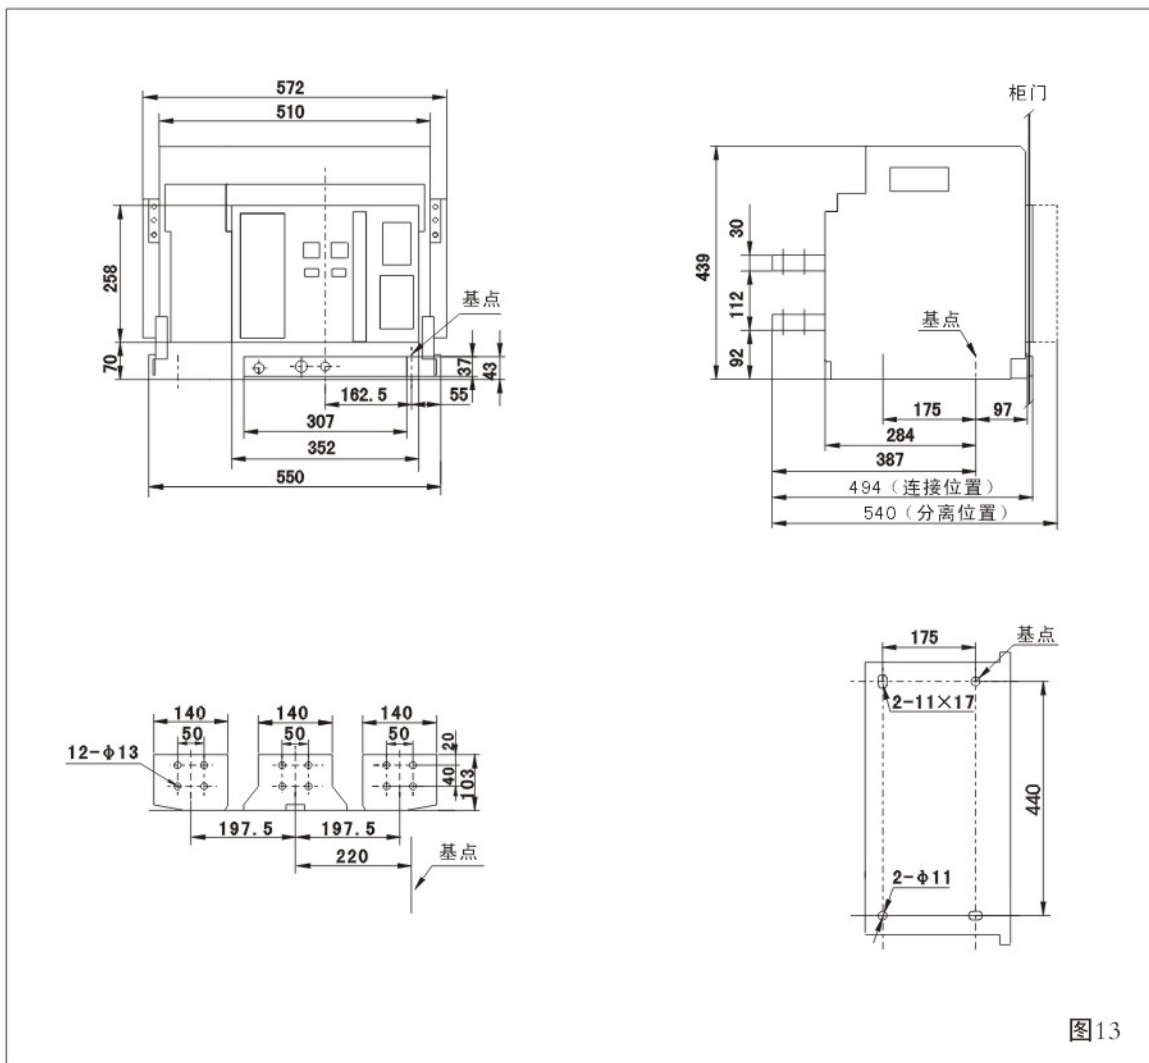

图13
6.7 BYEW1-3200 (4000A) 抽屉式 (三极) 外形及安装尺寸见图13